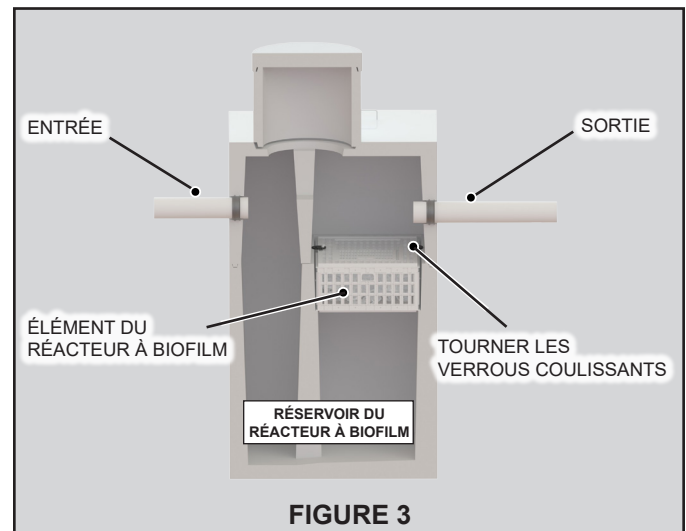

FIGURE 3
6. Placez les éléments du réacteur à biofilm dans les réservoirs réacteur à biofilm. Ils reposeront sur la nervure de support dans la chambre de sortie. Les éléments du réacteur à biofilm devraient être installés avec le portillon de service de média orienté vers le centre du réservoir et vers le haut. Voir Figure 3.